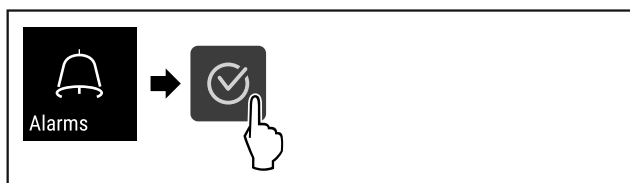

Fig. 105
- ▶ Suivre les étapes (voir Fig. 105).